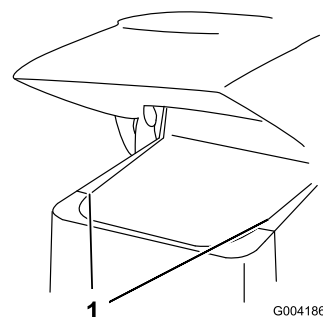

Рисунок 25
2. Сдвиньте вверх боковые жалюзи (Рисунок 25) и извлеките их из пазов в передних жалюзи и каркасе.